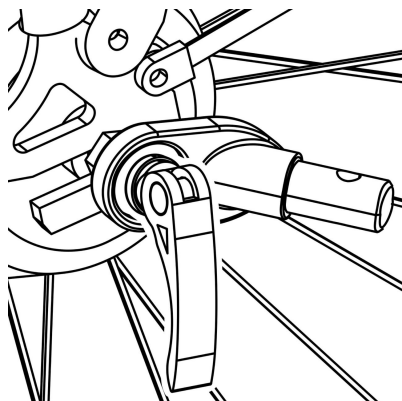

Abbildung 1
**1. Schnellspannachse:** Entfernen Sie den Schnellspanner von der linken Seite der Hinterachse des Fahrrads. Montieren Sie die Kupplung zwischen Schnellspanner und Rahmen. Ziehen Sie den Schnellspanner gemäß der Anleitung des Fahrradherstellers fest. Die Kupplung kann beim Abnehmen des Anhängers am Fahrrad verbleiben (Abbildung 1).